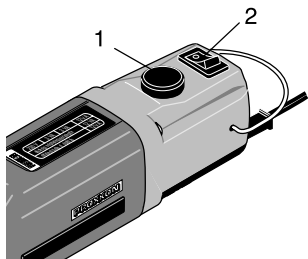

Fig. 5
1. Gerät am Schalter 2 (Fig. 5) einschalten und die der Arbeit entsprechenden Drehzahl am Knopf (1) einstellen.